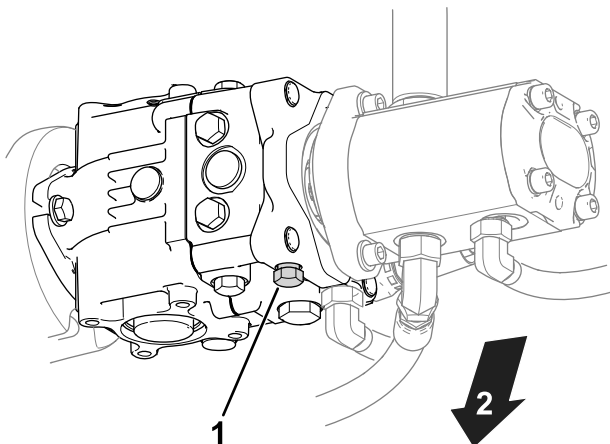

Рисунок 25
1. Найдите перепускной клапан на насосе (Рисунок 25).